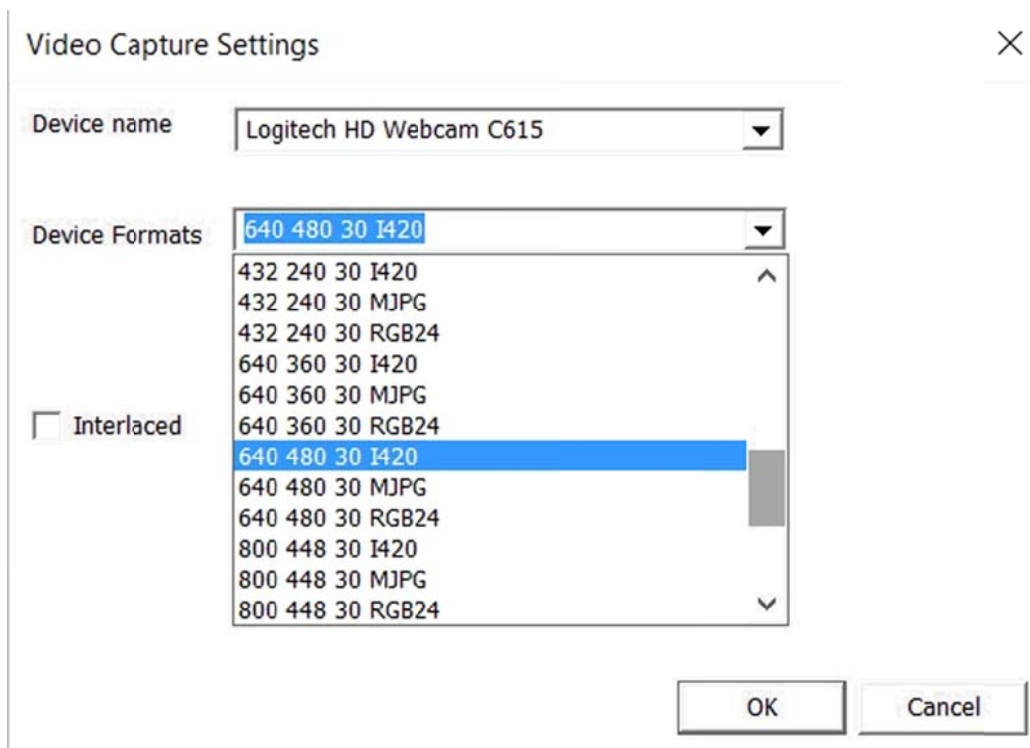

Figure 21 - Le menu DEVICE FORMATS permet un certain nombre de valeurs possibles
- Maintenant, déroulez le menu du dispositif de champ Vidéo FORMATS comme le montre Figure 21. Notez que tous les formats indiqués seront pris en charge par une caméra spécifique.